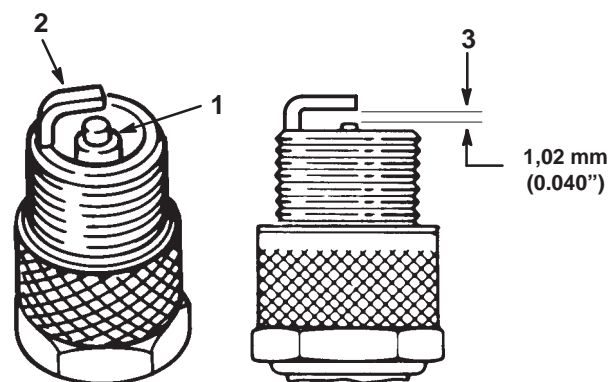

Abbildung 24
1. Auf die Mitte der Zündkerze sehen (Abb. 24). Wenn am Kerzenstein eine leicht braune oder graue Verfärbung sichtbar ist, läuft der Motor gut. Eine schwarze Beschichtung auf dem Kerzenstein weist gewöhnlich auf einen verschmutzten Luftfilter hin.
2. Den Luftspalt zwischen der mittleren und der seitlichen Elektrode kontrollieren (Abb. 24). Die Seitenelektrode (Abb. 24) biegen, wenn der Abstand nicht korrekt ist.